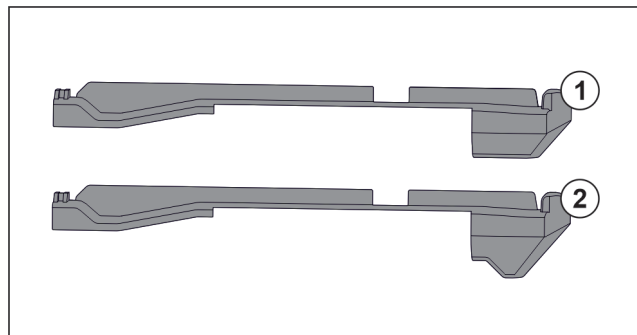

Fig. 78 Confronto degli elementi inseribili
Nell'apparecchiatura si trovano due diversi elementi inseribili. L'elemento inseribile sopra il cassetto più in basso Fig. 78 (2) presenta un bordo triangolare. Tutti gli altri elementi inseribili Fig. 78 (1) dispongono di un bordo dritto.
- Applicare l'elemento inseribile Fig. 78 (2) con il bordo triangolare sopra il cassetto più in basso.
- Applicare l'elemento inseribile Fig. 78 (1) con il bordo dritto su tutti gli altri punti.